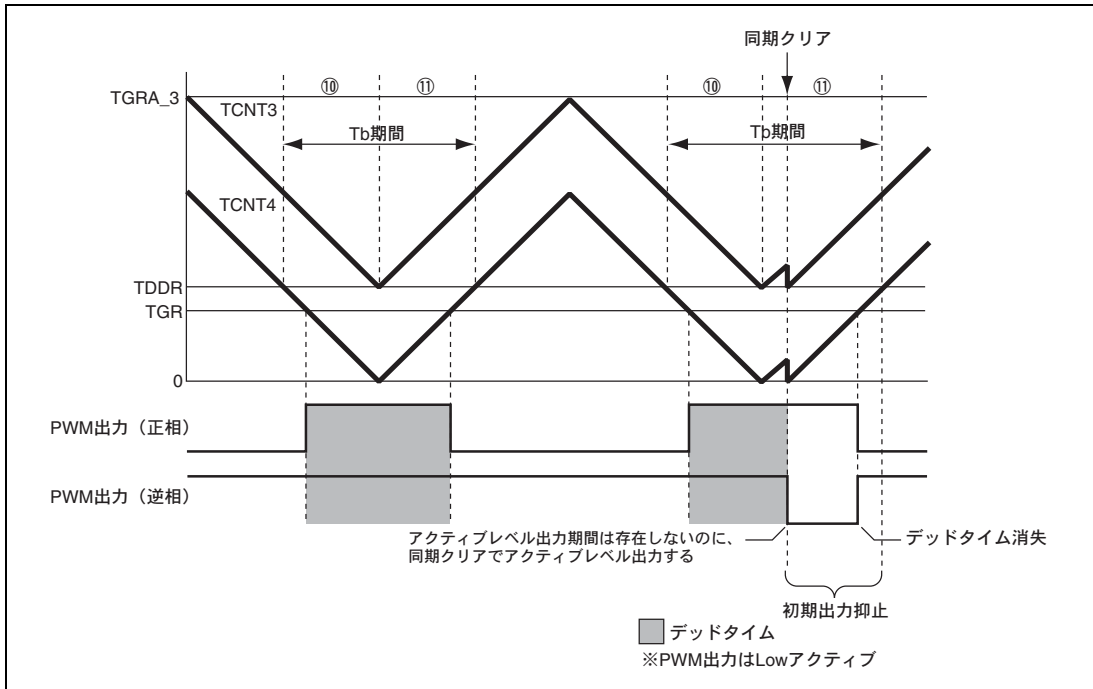

図 27.114 条件 (2) の同期クリア例
条件 (2) 初期出力の抑止期間^⑩、^⑪にて、 $TGRB_3 \leq TDDR$ 、 $TGRA_4 \leq TDDR$ 、 $TGRB_4 \leq TDDR$ のいずれかが成立する状態で、同期クリアする（図 27.114）。